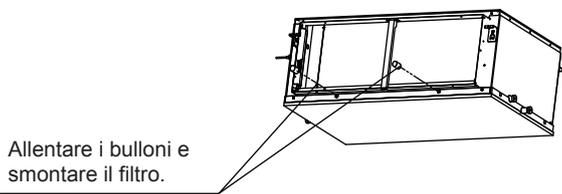

Figura 14.1
- Smontare il filtro dell'aria (fare riferimento alla Figura 14.1).